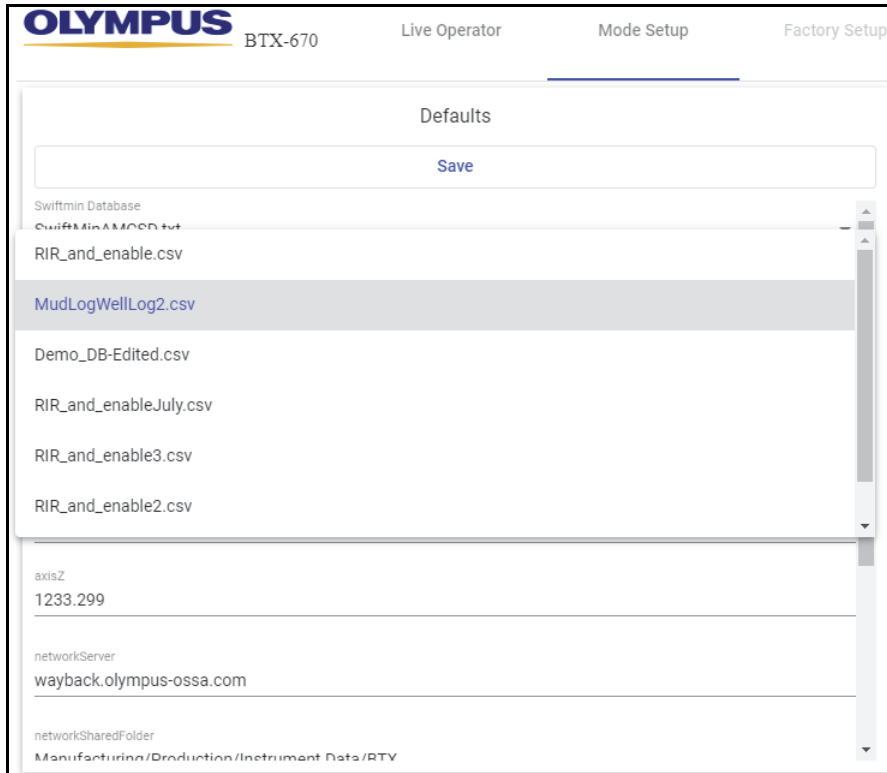

Figura 5-11 Cambio de la base de datos predefinida
1. Haga clic en una base de datos predefinida y después seleccione una base de datos diferente (ver Figura 5-11 en la página 85).